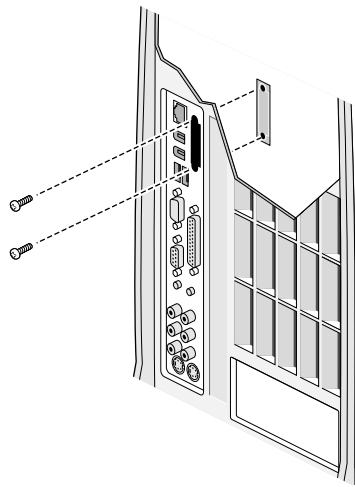

Abbildung 5-8 Entfernen der E/A-Abdeckblende
5. Die E/A-Abdeckblende, die zur Erweiterungskarte für die digitale Schnittstelle des Flachbildschirms gehört, befindet sich auf der Rückseite der Workstation. Siehe Abbildung 5-8.